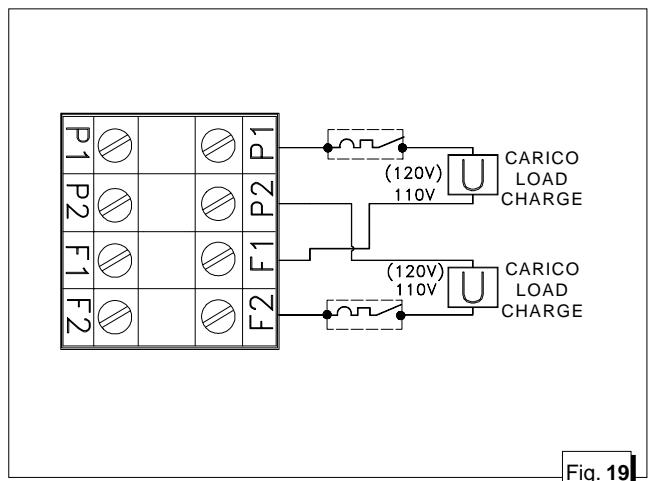

Fig. 19
E' possibile inoltre alimentare due linee separate come da fig. 19 sulle uscite P1-F1 e P2-F2.
It is also possible to feed two separate lines as shown in fig. 19 on the outputs P₁ - F₁ and P₂ - F₂.
- On peut en outre alimenter deux lignes s  par  es selon la figure 19 sur les sorties P1-F1 et P2-F2.